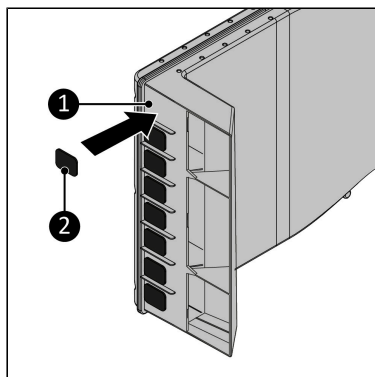

Figura 54.
3. Lipiți cele opt spume antiderapante de 30 x 24 mm (Figura 54, nt. 2) pe cele 8 spații din partea din față a ieșirii ferestrei (Figura 54, nt. 1).